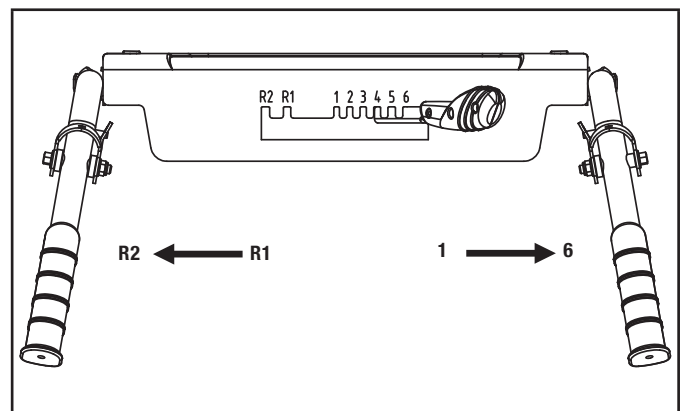

Figure 15
Votre souffleuse à neige a 6 vitesses avant et 2 inversées pour régler le mouvement vers l'avant et vers l'arrière. (figure 15)
2. Mettez le levier de commande de la vitesse sur la vitesse (marche avant ou marche arrière) que vous voulez. (figure 15)